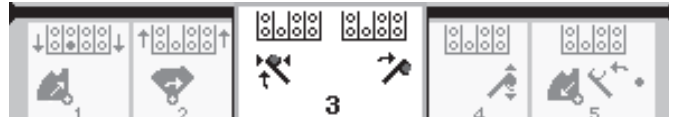

Рисунок 39
- Отпустите кнопку/кулисный переключатель, чтобы перейти к следующему этапу (Рисунок 39).